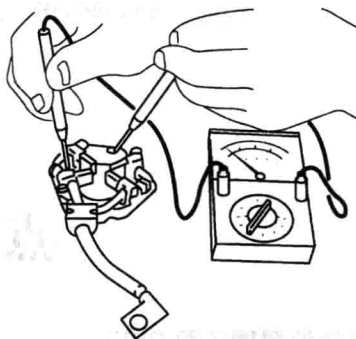

图 2-5 电刷和电刷架测试
② 用万用表检查接线端 S 与机身之间是否导通，如果不导通，应更换电磁开关。
③ 检查接线端 M 与 B 之间是否导通，如果导通，应更换电磁开关。
(4) 电刷和电刷支撑架检查
① 用万用表检查各个绝缘电刷和绝缘垫板之间是否导通，如图 2-5 所示，如果导通，应更换电刷支撑架。